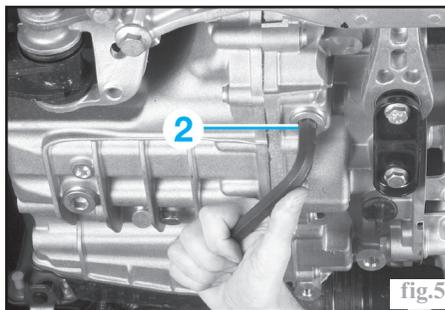

fig.5
Déposer le bouchon de remplissage (2) (Fig.5).